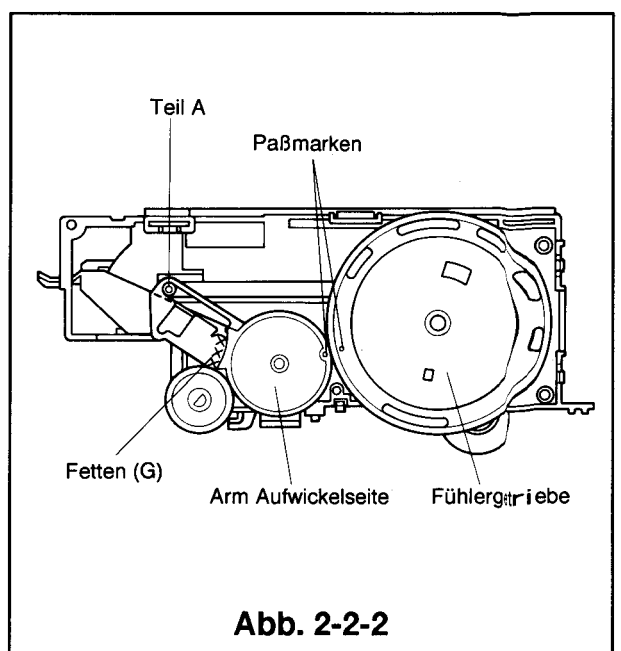
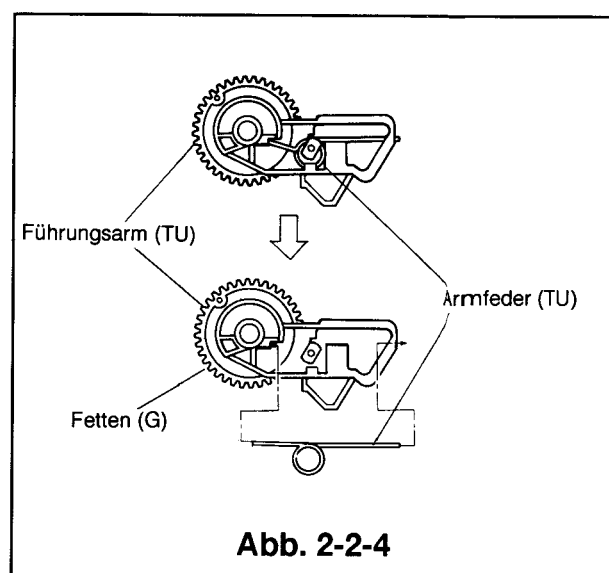

Abb. 2-2-2
Abb. 2-2-4
- ⑦ Die Feder (TU) gemäß Abb.2-2-4 aus dem Arm herausnehmen.
- ① Den neuen Führungsarm in dem Bereich, wie in Abb.2-2-2 und Abb.2-2-4 gezeigt, fetten.
- ⑥ Die untere Platte wieder in die Auswurf-Position zurückbewegen, und das neue Fühlergetriebe so einbauen, daß die Paßmarken des Fühlergetriebes und des Führungsarms gegenüberstehen. Siehe Abb.2-2-2
- ⑦ Die Seitenplatte einbauen.
- ⑧ Das Kassettengehäuse einbauen.